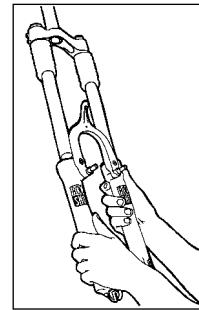

Abb. 4
- Ziehen Sie die einteilige untere Rohreinheit ab (siehe Abb. 4) Entfernen Sie die Gabel-Boots.